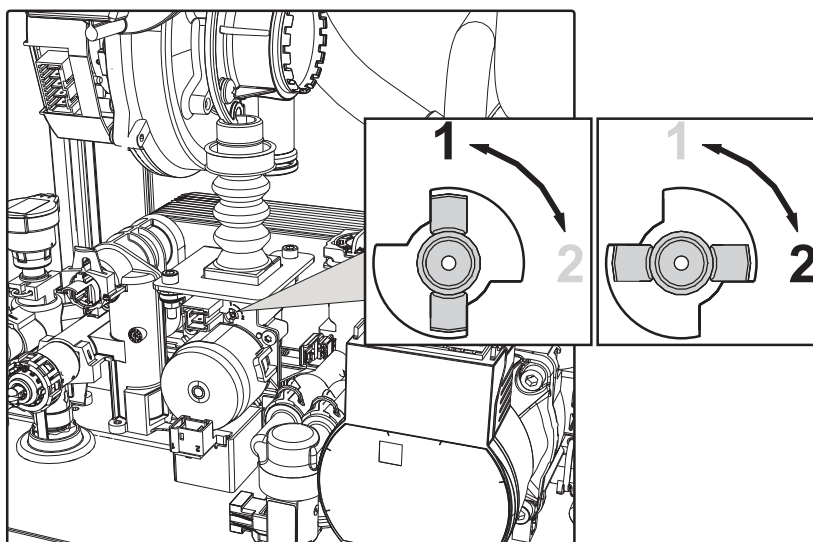

fig. 25
3. Ruotare il Throttle (fig. 25) secondo la posizione indicata nella tabella 7.